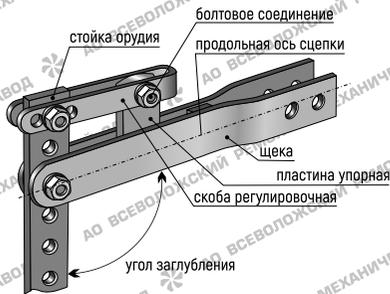
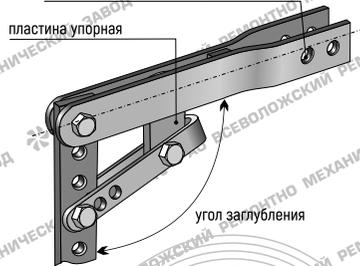

Рисунок 1. Установка сцепки опорной пластиной вверх (стандартно).
Рисунок 2. Установка сцепки опорной пластиной вниз
- установите и закрепите сцепку в сцепном устройстве агрегата упорной пластиной или винтом вверх, см. рисунок 1, 4 (при необходимости увеличения рабочей высоты стойки навесного орудия возможна установка сцепки упорной пластиной [винтом] вниз, см. рисунок 2);
- разведите регулировочную скобу или винт из транспортного положения в рабочее (см. рисунок 1, 2, 3, 4) и отрегулируйте угол заглабления орудия совмещением соответствующих отверстий в стойке и регулировочной скобе (ступенчато), либо вращением регулировочного винта (плавно). Заданный угол заглабления зафиксируйте крепежом из состава сцепки;